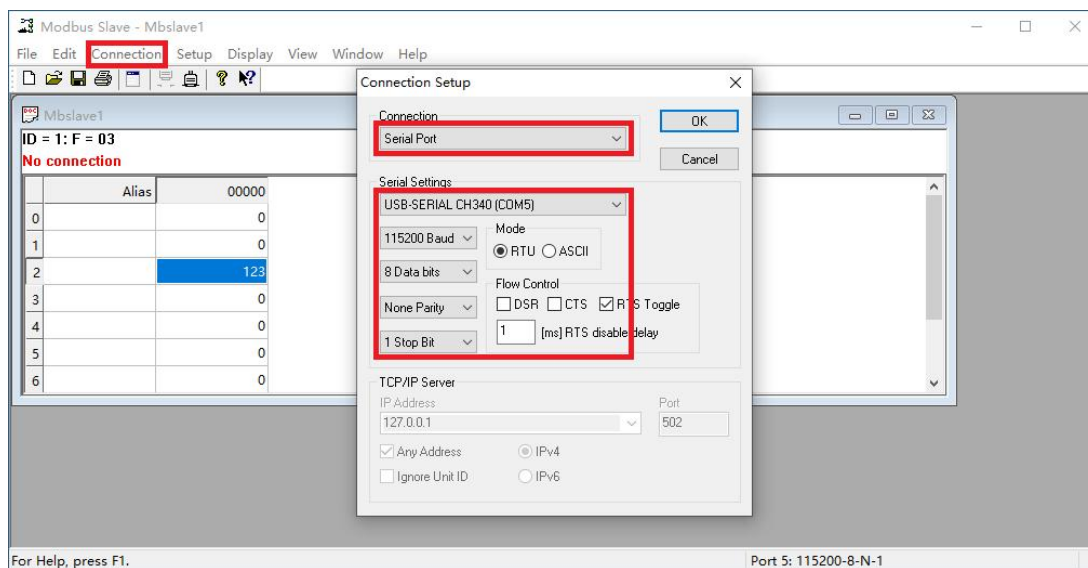

图 12-11 从机软件 MODBUS_RTU 参数设置
(5) 选择RTU 模式，串口参数设置与设备串口设置参数一致，如图 12-11 所示。